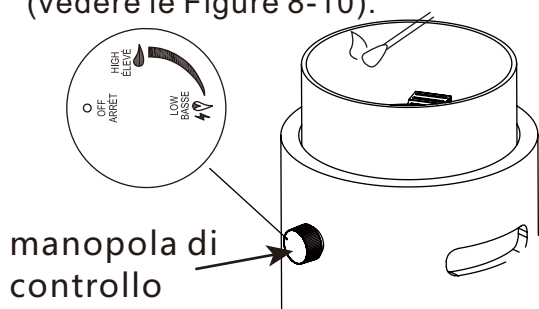

Figura 7
7. Utilizzare un fiammifero o un accendino per accendere la vasca del fuoco (vedere la Figura 7). Continuare a premere la manopola di controllo per 15 secondi prima di rilasciarla.